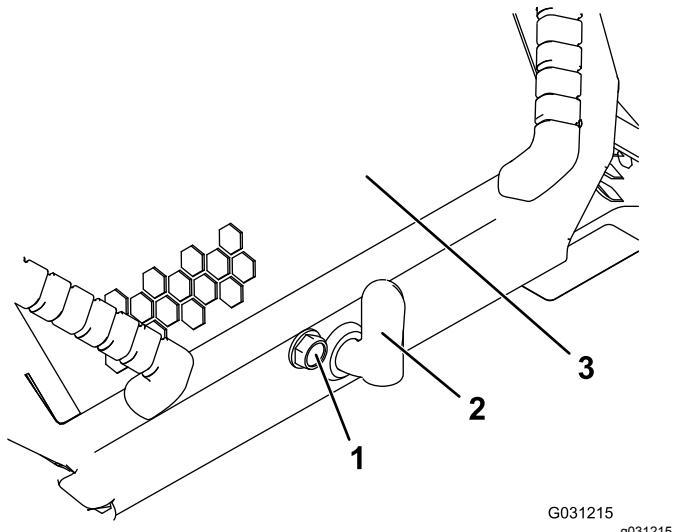

図 34
1. フード固定ねじをゆるめる図 34。
2. フードラッチを右に回す図 34。
3. ハンドルをつかんでフードを開ける図 34。
3. フード固定ねじを締めてラッチを固定する図 34。